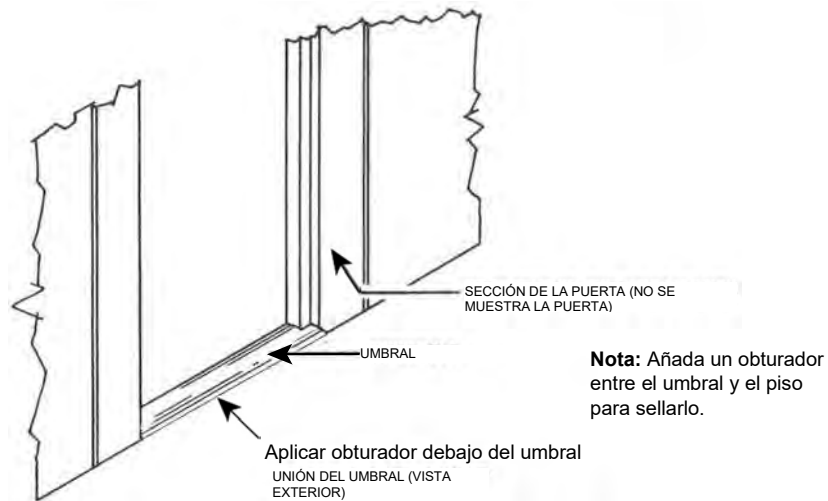

Figura 12
**¡IMPORTANTE!** Asegúrese de que las riostras de sostén se hayan instalado firmemente a la sección de la puerta y al piso del edificio antes de fijar el umbral al piso del edificio. Ambos bordes del umbral deben fijarse con los sujetadores adecuados para el piso del edificio y, dado que las superficies de los pisos varían tanto en su composición, no se proporcionan sujetadores, los que deben obtener otros proveedores (Figura 12).